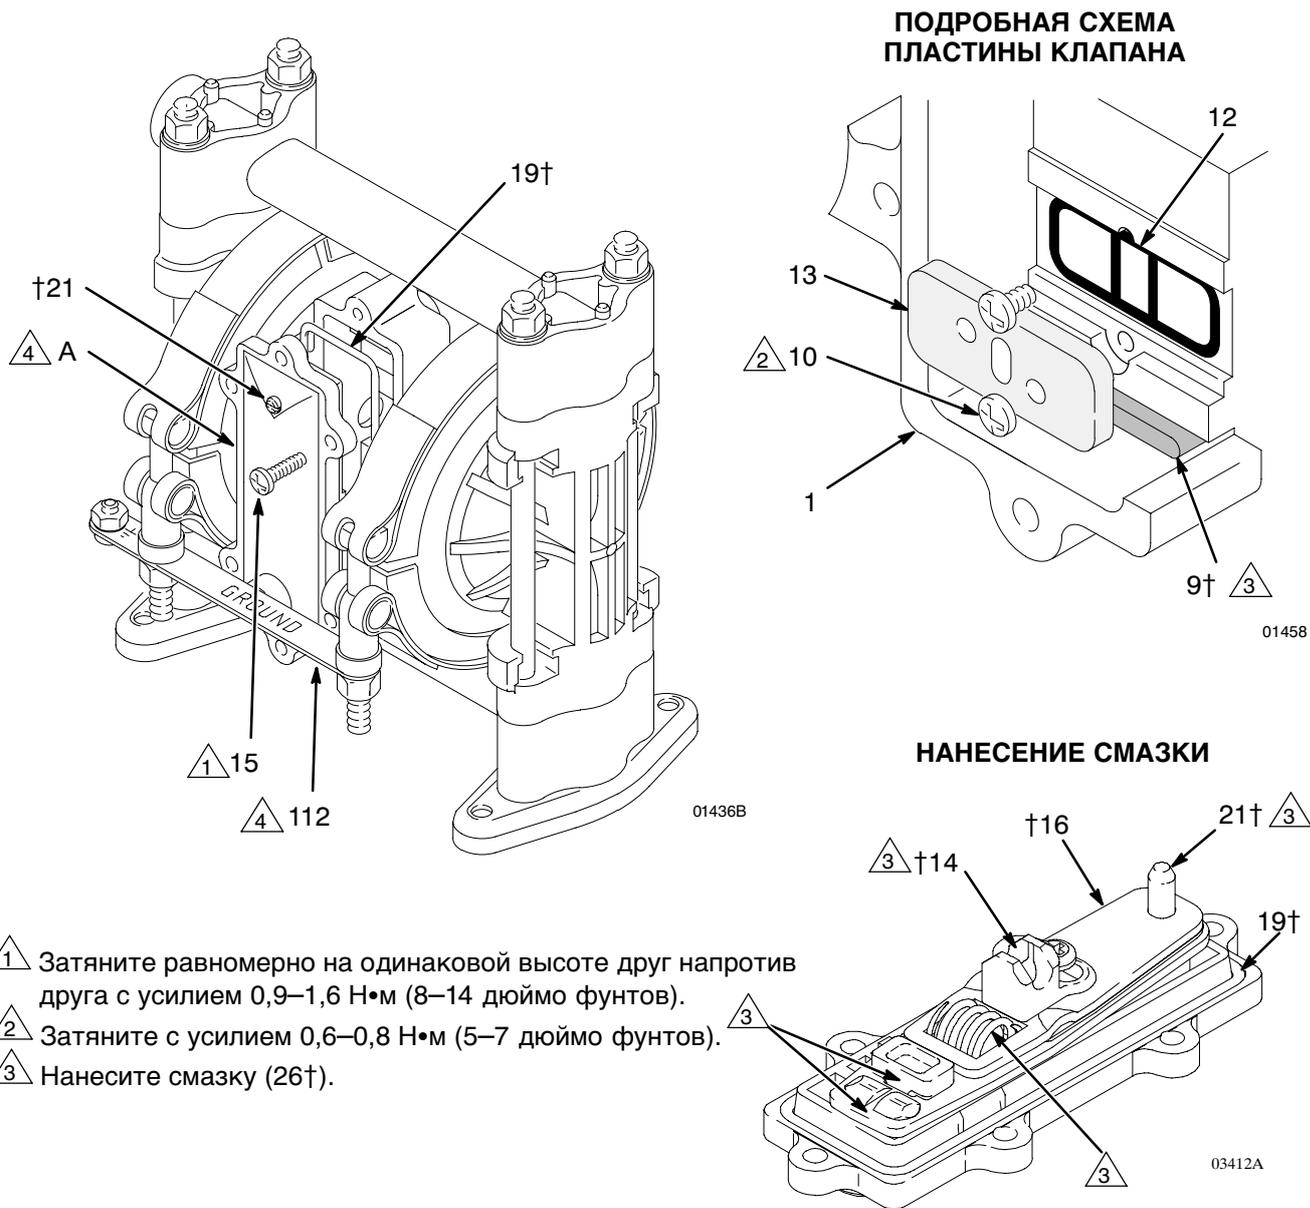

Рис. 10
2. Отвинтите шесть монтажных винтов (15) и удалите воздушный клапан (A) из насоса. См. рис. 10.
3. См. подробную схему пластины клапана на рис. 10. Извлеките два винта (10), крепящие пластину клапана (13) к насосу. Воспользуйтесь съёмником уплотнительных колец, чтобы снять пластину клапана, уплотнение (12) и подшипник (9).
4. Нанесите смазку (26†) на подшипник (9†). Установите подшипник и уплотнение (12) в корпусе насоса (1). Установите пластину клапана (13) и зафиксируйте ее с помощью двух винтов (10†), как показано. Затяните винты с усилием 0,6–0,8 Н•м (от 5 до 7 дюймо фунтов).
6. Нанесите смазку (26†) в местах, указанных на рис. 10.
7. Выровняйте новый узел воздушного клапана так, чтобы штифт сброса (21†) располагался сверху. Установите клапан в насосе, убедившись, что седло клапана (14†) входит в зацепление с углубленным участком на мембранном вале (23). Установите шесть винтов (15) и затяните их равномерно на одинаковой высоте друг напротив друга с усилием 0,9–1,6 Н•м (8–14 дюймо футов).